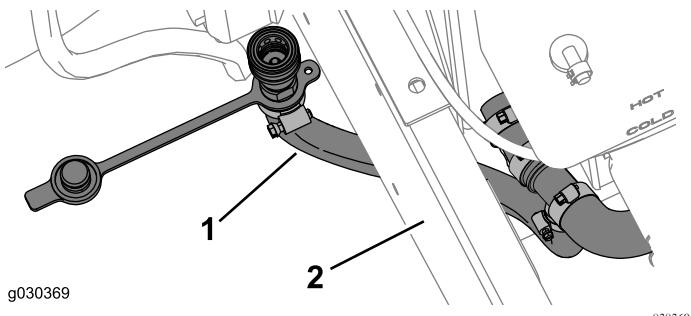

Figure 32
6. Acheminez le petit flexible comme montré à la Figure 32.